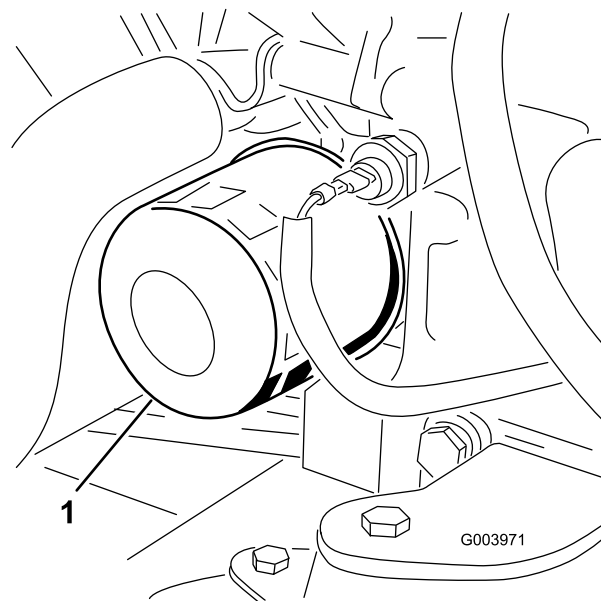

**Рисунок 49**
5. Если уровень масла ниже отметки Full (Полный), снимите крышку заливной горловины (**Рисунок 49**) и добавляйте масло до тех пор, пока его уровень не достигнет отметки Full (Полный) на масломерном щупе.